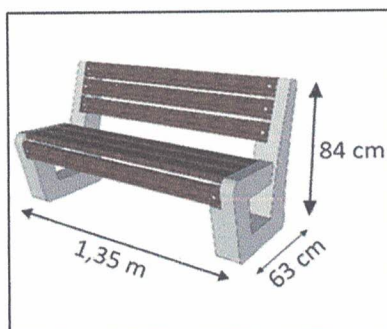

Figura 3 – Modelo de Banco de Concreto para 03 Usuários;
i. **Bancos 03 Lugares:** Conforme indicado em Projeto, serão inseridos bancos pré-moldados em concreto armado de 03 lugares (Figura 3) ao longo de toda a Praça. As dimensões deverão ser de aproximadamente 135x63x84cm, com assento e encosto fabricados em madeira certificada e registrada.